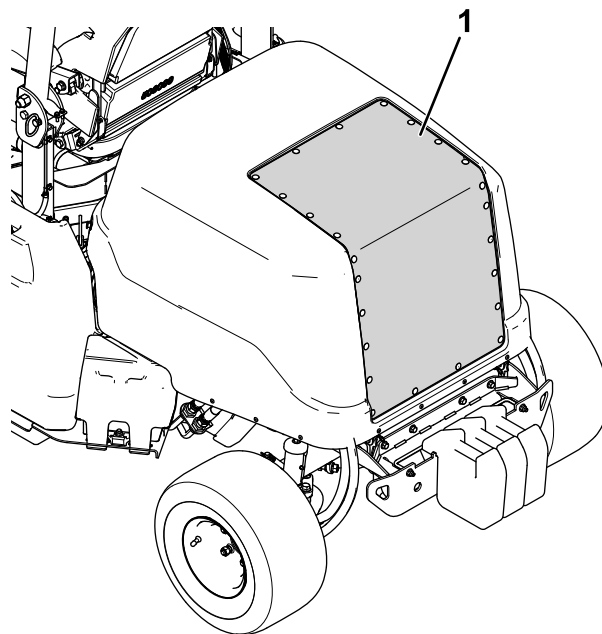

図 68
2. 圧縮空気を使用してフードの吸気スクリーン 図 68を清掃する。機体内部から外部にむかってエアを吹き付ける。